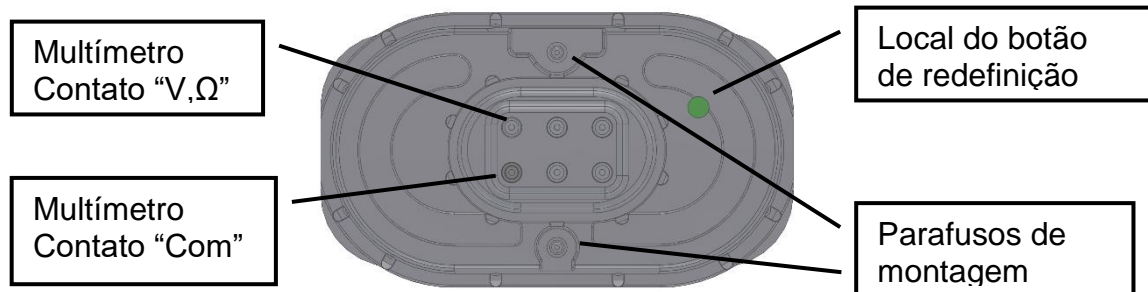
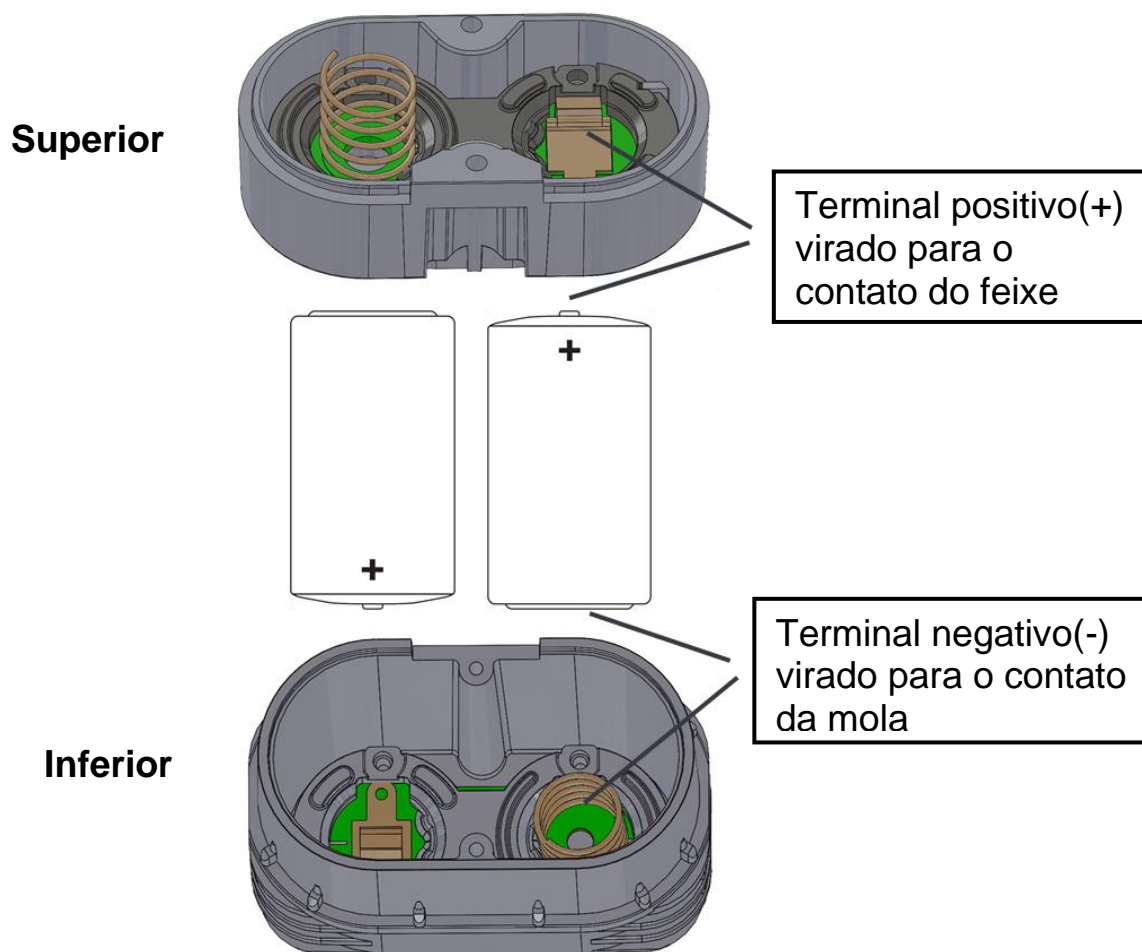

Figura 5-2: Vista inferior do conjunto da bateria. Conexão correta do multímetro.
Figura 5-3: Partes superior e inferior do conjunto da bateria
- Afrouxe os dois parafusos de montagem do conjunto da bateria (Torx T10), consulte Figura 5-2. Observe que a força da mola é alta, portanto, segure firmemente o conjunto ao desaparafusar.
- Coloque as duas células da bateria no conjunto da bateria, com o contato de placa virado para o terminal positivo (+) e o contato de mola virado para o terminal negativo (-), cf. a Figura 5-3.
- Pressione o botão do conjunto, consulte Figura 5-2 (o botão está localizado atrás de um furo no conjunto e pode ser acessado com a ponta de uma caneta). Isso indicará ao detector de gás que há baterias novas e redefinirá o contador de carga. Observe que somente detectores de gás com firmware 3.0 ou posterior reconhecerão a operação desse botão. Entre em contato com a GasSecure se o detector em questão contiver uma versão mais antiga do firmware ou se você não tiver certeza sobre o firmware dele.
Meça a tensão do conjunto da bateria conectando um multímetro aos terminais, como mostrado em Figura 5-2. A tensão nominal é +7,2 V. Tensões abaixo de +7,0 e acima de +7,8 V não são permitidas. Verifique a direção correta das células da bateria, conforme Figura 5-3, se a tensão medida estiver fora do intervalo permitido.